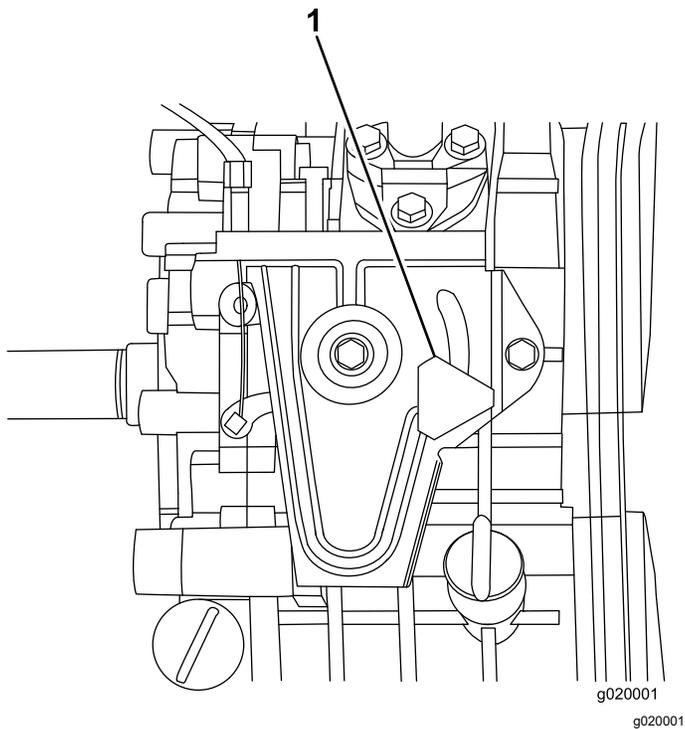

Figure 26
3. Desserrez le bouton de commande du régime moteur en le tournant dans le sens antihoraire (Figure 26).